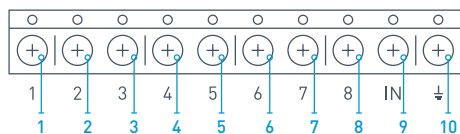

РИС. 17. Основные выходы и вход IN приемника
6.2. При помощи обычных проводов выходы приемника (РИС. 17, 18) соединяются с входами централи сигнализации. Таким образом выходы приемника становятся аналогом обычных проводных датчиков для входов централи. При срабатывке беспроводного датчика, он отправляет сигнал на приемник осBridge, который обрабатывает его и размыкает (по умолчанию, также выход может быть настроен на замыкание) соответствующий датчику проводной выход. Централь сигнализации воспринимает размыкание выхода как размыкание шлейфа датчика и выдает тревогу. Если указано, что зона централи должна иметь сопротивление между выходом приемника и зоной централи, следует последовательно включить резистор с номиналом, соответствующим инструкции к централи. **При подключении проводов соблюдайте полярность!**
6.3. Выходы с номерами 1–8 (РИС. 17) соответствуют 8 условным основным охранным зонам.